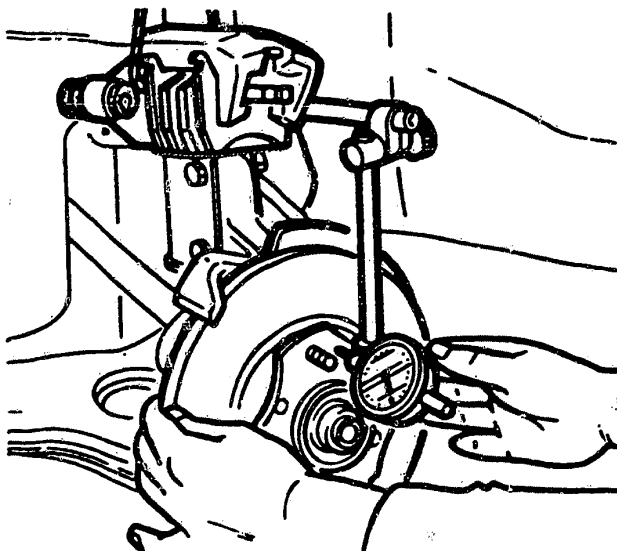
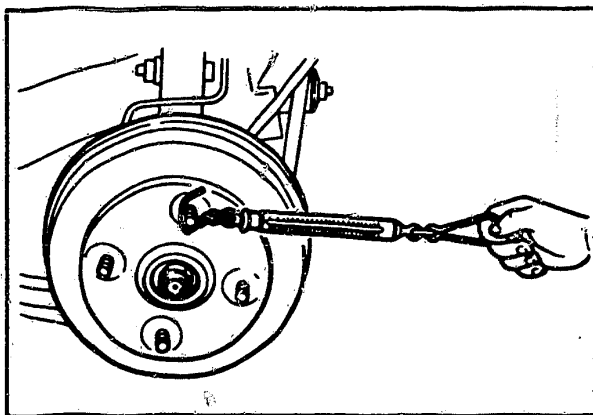

Bild 43 Prüfung des Radlagerspieles vorne bei entferntem Bremssattel.
Bild 44 Sowohl vorn wie hinten (Bild) wird der richtige Drehwiderstand der Radlagerung auf diese Art mit einer Federwaage gemessen.
c) Die **Radlagerung** besteht aus zwei Kegelrollenlagern. Diese sind dauergeschmiert und können nicht auseinandergenommen werden. Ihr Spiel ist an der Radnabe zu kontrollieren (Bild 43). Das maximal zulässige Axialspiel beträgt 0,2mm. Der mit einer an einem Radbolzen eingehängten Federwaage zu prüfende Drehwiderstand darf höchstens 20Nm betragen (Bild 44).